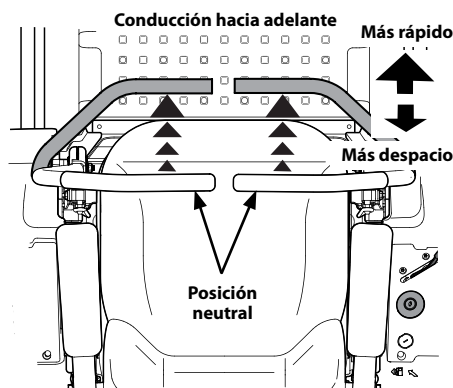

Figura 3-3
- Mueva las palancas de control lenta y suavemente hacia adelante. El tractor comenzará a desplazarse hacia adelante. Consulte Figura 3-3.